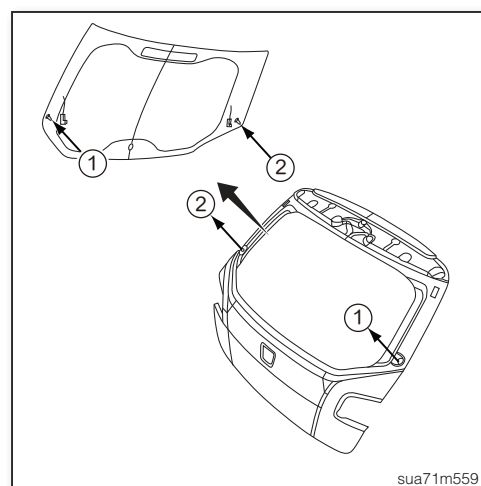

图 13
7. 拆开安装在尾门钣金上的后窗玻璃固定扣①、②，取下后窗玻璃(如图13)。